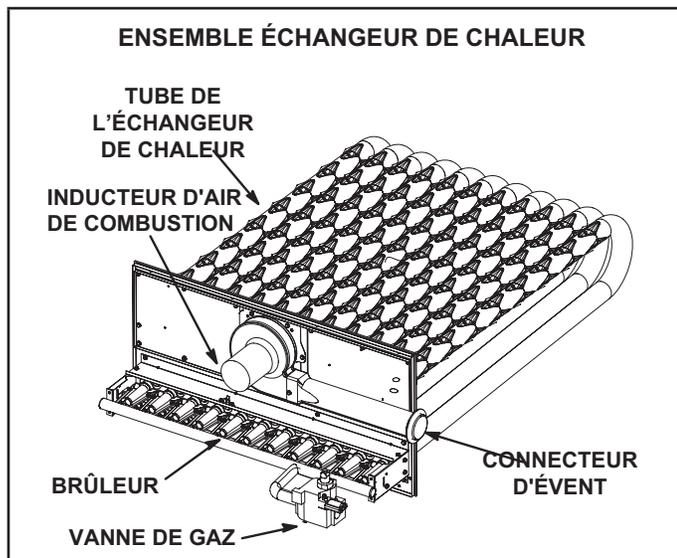

FIGURE 24
- 3 - Retirez et conservez les vis fixant l'inducteur d'air de combustion sur la boîte à fumée. Retirez le connecteur d'évent. Reportez-vous à la FIGURE 24.